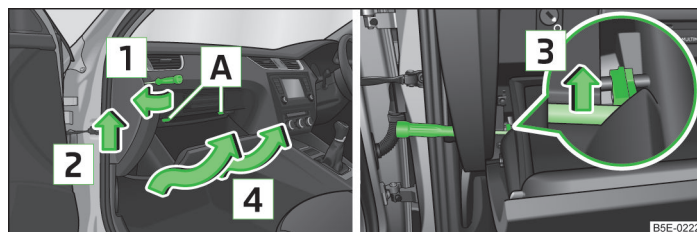

Fig. 216 Scomparto portaoggetti lato passeggero: con guida a destra
- Inserire un cacciavite sotto il coperchio laterale » fig. 216.
- Infilare lo scomparto portaoggetti dietro i supporti **A** » fig. 216.